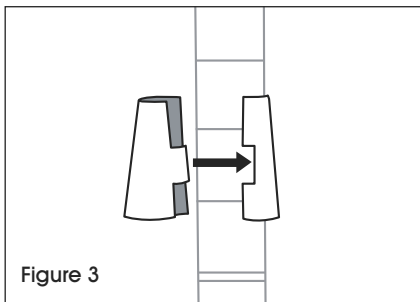

Figure 3
1. Start with the lowest shelf. Snap the interlocking pieces of a shelf support (wide end down) around the post at the lowest groove where shelf is to be located. Slide the support up or down until it snaps onto the groove. Add a shelf support to the same place on the remaining posts. (See Figure 3)
1. Commencez par le plateau le plus bas. Enclenchez les pièces emboîtables d'un support de plateau (extrémité la plus large vers le bas) autour du montant, au niveau de la rainure la plus basse où le plateau doit être installé. Faites glisser le support vers le haut ou vers le bas jusqu'à ce qu'il s'enclenche sur la rainure. Ajoutez un support de plateau au même emplacement sur les montants restants. (Voir Figure 3)